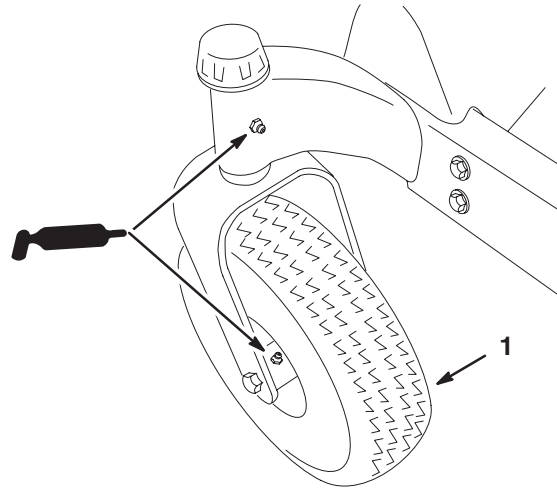

Figure 32
3. Graissez le pivot de la roue pivotante et les roues motrices (Fig. 32).